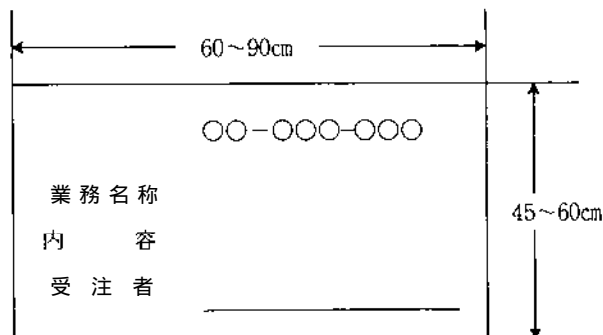

図3-1 掲示板
2. 撮影に当たっては、掲示板図3-1とともに写さなければならない。